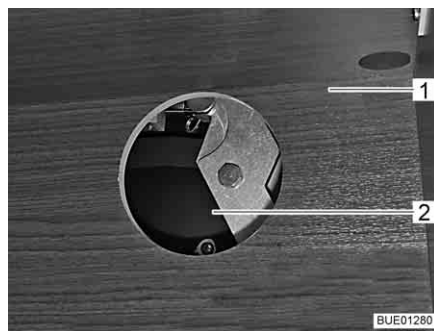

Fig. 119 Acceso al accionamiento
- Según el modelo, abrir la trampilla del armario de pared (Fig. 119,1) y retirar la tapa de la apertura de acceso (Fig. 119,2).